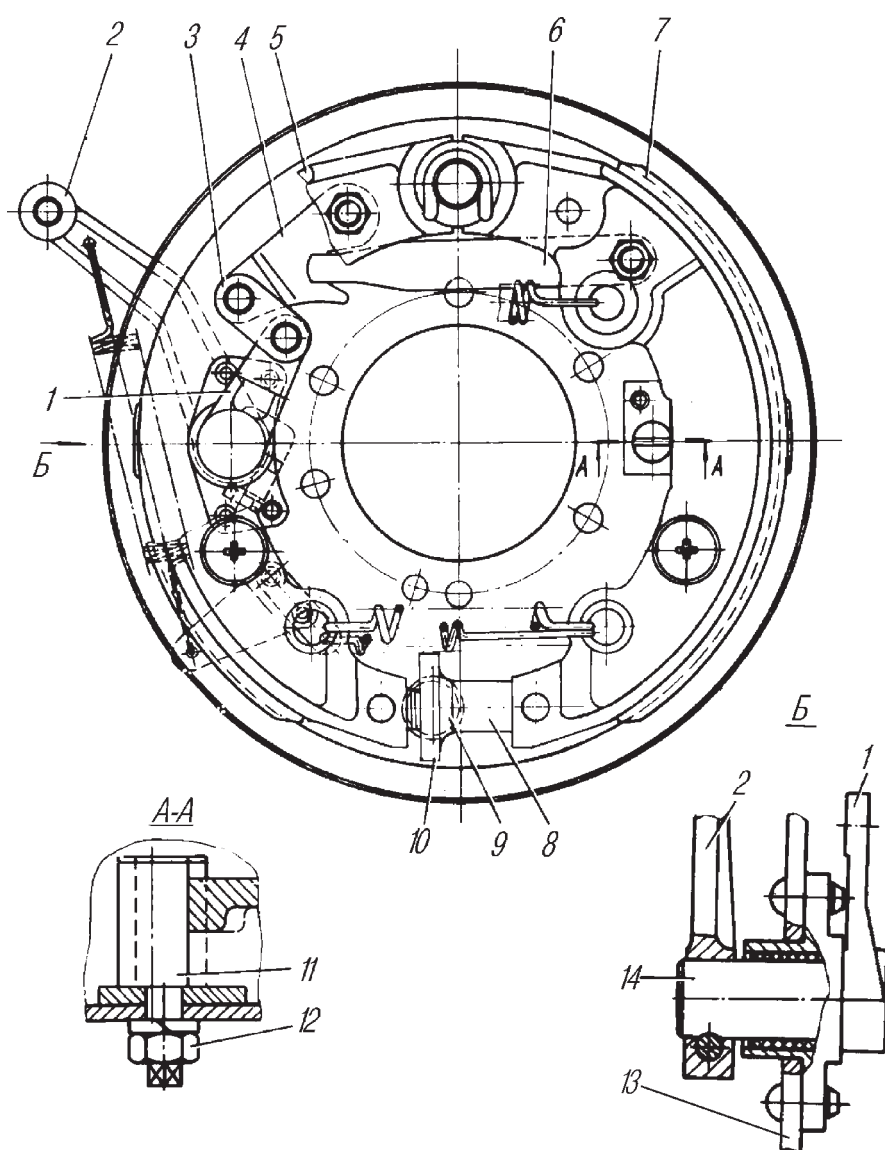

Рис. 79. Тормоз стояночный:
При торможении усилие передается от регулировочного рычага 11 (рис. 79) через рычаг 10, серьгу 12 на разжимной рычаг 13.
3. Отрегулировать зазор между правой колодкой и барабаном, для чего ослабить на пол-оборота стопорную гайку 8 (см.рис. 79) на эксцентриковом пальце 9 со стороны щита и, поворачивая палец ключом по часовой стрелке, установить зазор 0,3-0,5 мм. Зазор проверять щупом через щель в отражателе тормоза. Стопорную гайку затянуть, предотвращая поворот пальца.